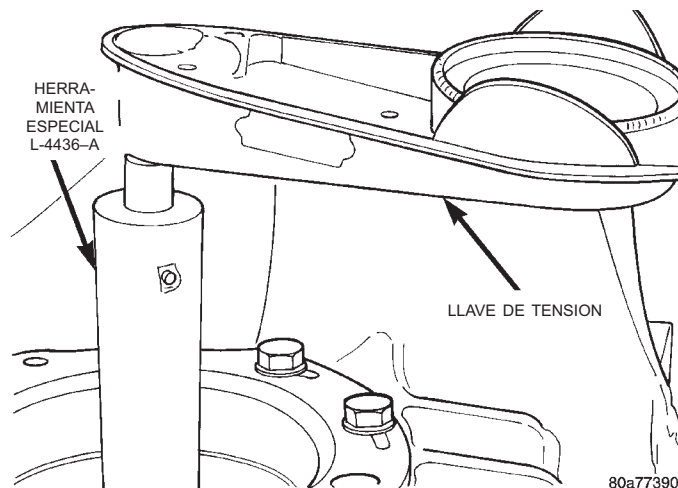

Fig. 316 Verificación del esfuerzo de rotación de los cojinetes del diferencial
(3) Haga girar el diferencial por lo menos una revolución completa, a fin de asegurar que los cojinetes de rodillo cónico quedan perfectamente asentados.
(4) Con la herramienta L-4436A y una llave de tensión de lbs. pulg., verifique el esfuerzo de rotación del diferencial (Fig. 316). Este esfuerzo debe estar entre 0,56 y 2,03 N·m (5 y 18 lbs. pulg.).
(5) Si el esfuerzo de rotación se encuentra entre las especificaciones, retire las herramientas. Se completó la instalación.
(6) Si el esfuerzo de rotación no está dentro de las especificaciones, prosiga con los siguientes pasos.
(8) Con la herramienta L-4436A y una llave de tensión de lbs. pulg., vuelva a verificar el esfuerzo de rotación del diferencial (Fig. 316). Este esfuerzo debe estar entre 0,56 y 2,03 N·m (5 y 18 lbs. pulg.).
(13) Con la herramienta especial Miller L-4436-A y una llave de tensión de lbs. pulg., verifique el esfuerzo de rotación del diferencial (Fig. 316). Este esfuerzo debe estar entre 0,56 y 2,03 N·m (5 y 18 lbs. pulg.).